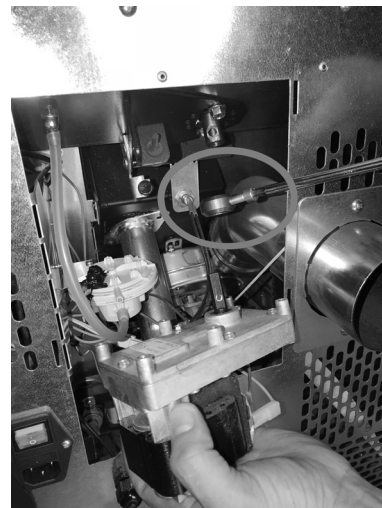

Fig. 80 - Extracción del motorreductor
- Extraer el motorreductor desenroscando el tornillo que lo bloquea (véase **Fig. 80**).